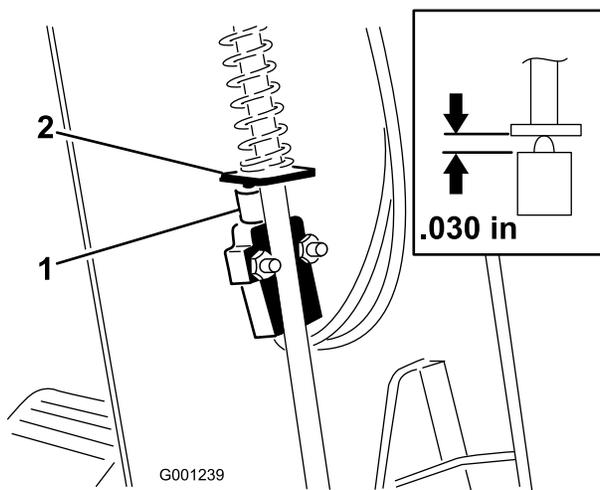

Figura 74
3. Faça deslizar a cobertura para cima, ao longo do veio de direção, de modo a expor o interruptor do travão de estacionamento (Figura 74).
5. Alinhe a aleta da barra do travão de estacionamento com o êmbolo do interruptor (Figura 74).
6. Pressione a barra do travão de estacionamento para baixo e empurre para cima o interruptor até que o comprimento em compressão do êmbolo do interruptor seja de 0,7 mm; consulte Figura 74.